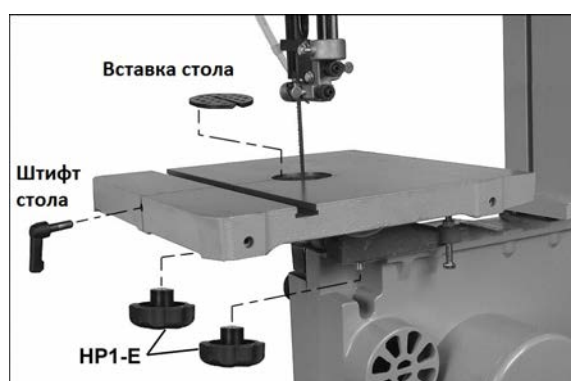

Рис. 23.
См. Рис. 23.
2. Поверните стол так, чтобы пильное полотно прошло через его паз. Затем расположите стол таким образом, чтобы винты вошли в отверстия на поворотной опоре, как показано на Рис. 23. Прикрутите к этим винтам две ручки фиксации стола (HP1-E) и затяните их.